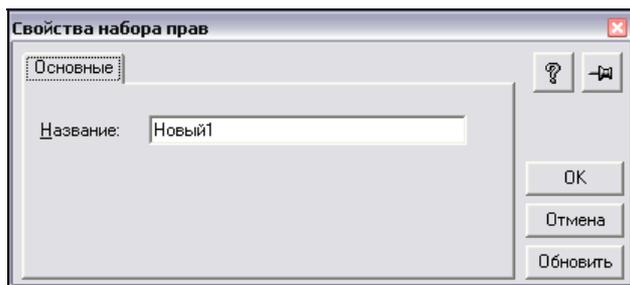

Рис. 5.70. Создание нового набора прав
4. На экран будет выведено поле ввода названия набора прав (рис. 5.70).